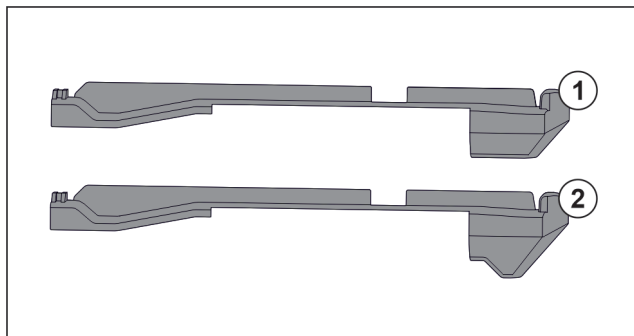

Fig. 217 Krahasimi i pjesëve kapëse
Në pajisje gjenden dy pjesë kapëse të ndryshme. Pjesa kapëse mbi sirtarin më të poshtëm Fig. 217 (2) ka një cep në formë trekëndëshi. Të gjitha pjesët e tjera kapëse Fig. 217 (1) kanë një cep të drejtë.
- Vendosni pjesën kapëse Fig. 217 (2) me cepin në formë trekëndëshi mbi sirtarin më të poshtëm.
- Vendosni pjesën kapëse Fig. 217 (1) me cepin e drejtë në të gjitha vendet e tjera.